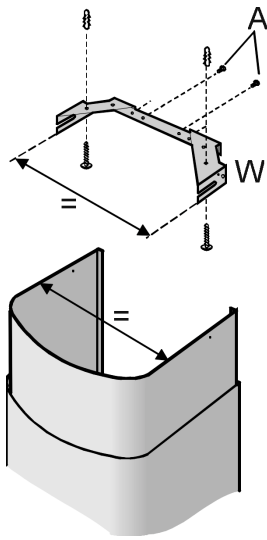

fig. 12
1. Réglez la largeur de l'étrier du support (W) au moyen des vis (A) (fig. 12). Fixez-le au plafond à l'aide des chevilles et vis dans les trous que vous aurez préalablement percés. Ce support doit être fixé à 3 - 4 mm au dessous du plafond, centré par rapport à la hotte située en dessous, et de niveau.